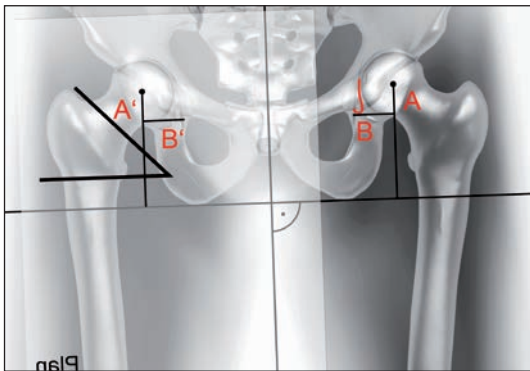

Fig. 2
- Transfiera el centro de rotación al lado afectado dibujando las líneas A' y B' (Fig. 2)